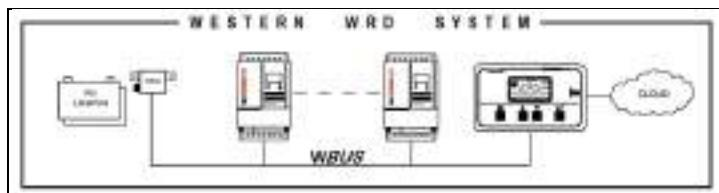

Fig. 3 Esquema de ejemplo del WESTERN WRD SYSTEM
- 2) Espera (~30 s) hasta que en el display desaparezca la animación dentro del ícono de batería (*fig. 3 - indicador corriente de recarga*)